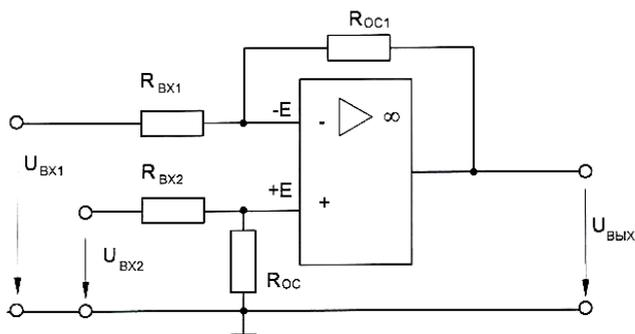

Рис. 5.4. Схема дифференциального операционного усилителя
**Операционный дифференциальный усилитель.** Дифференциальный усилитель (рис. 5.4) представляет собой элемент вычитания с усилением. Оба входных напряжения усиливаются с одним и тем же коэффициентом усиления. Ослабление синфазного сигнала удовлетворительно, только когда коэффициенты усиления по обоим входам одинаковы, т. е.  $R_{\text{ВХ1}} = R_{\text{ВХ2}} = R_{\text{ВХ}}$  и  $R_{\text{ОС1}} = R_{\text{ОС2}} = R_{\text{ОС}}$ .